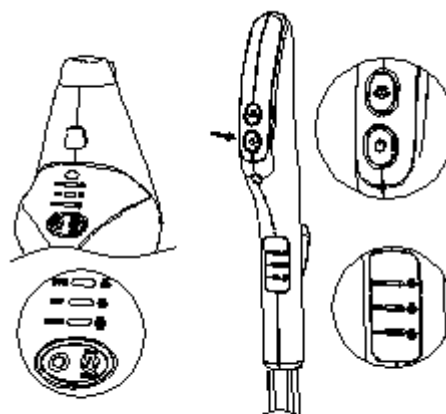

fig.9
- 3 Le voyant du corps principal clignote, appuyez sur l'interrupteur marche/arrêt (3) de la poignée, le voyant du corps principal devient rouge, le voyant de l'appareil à vapeur (6) sur la poignée et le voyant de l'appareil à vapeur du corps principal (10) s'allument. Après 25 secondes, le voyant du corps principal devient bleu. La vapeur est libérée. (fig.9)
- 4 Appuyez sur la touche vapeur de la poignée (2), l'utilisateur peut ajuster le volume de la vapeur en fonction des objets.